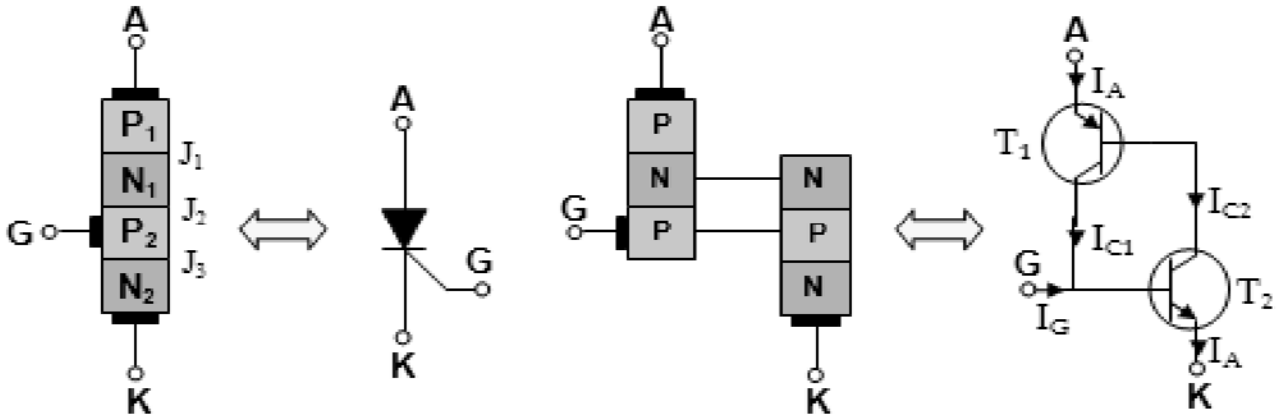

Figura 7.2.1 Structura și simbolul tiristorului
Tiristorul este alcătuită din patru straturi succesive semiconductoare **P-N-P-N**, trei jonțiuni **PN**. Structura tiristorului poate fi reprezentată printr-un circuit echivalent format din două tranzistoare pnp și npn conectate ca în figura 7.2.1. Tiristorul este prevăzut cu trei terminale **anod (A)** conectat la prima regiune de tip **P**, **catod (K)** conectat la ultima regiune de tip **N** și **poartă sau grilă (G)** conectată la a doua regiune de tip **P**.